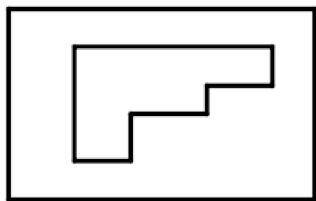

图 2-62 以角点作为参考基准
- 如果整个图形中没有圆，那么从测量基准点开始绘制，也就是左下角点或者左上角点（从左到右的绘图顺序），如图 2-62 所示。